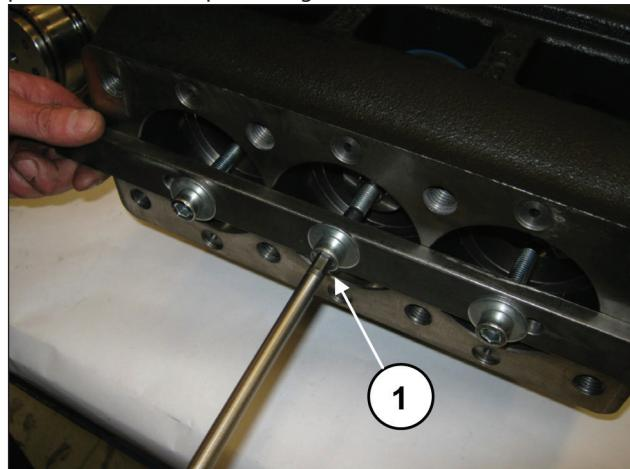
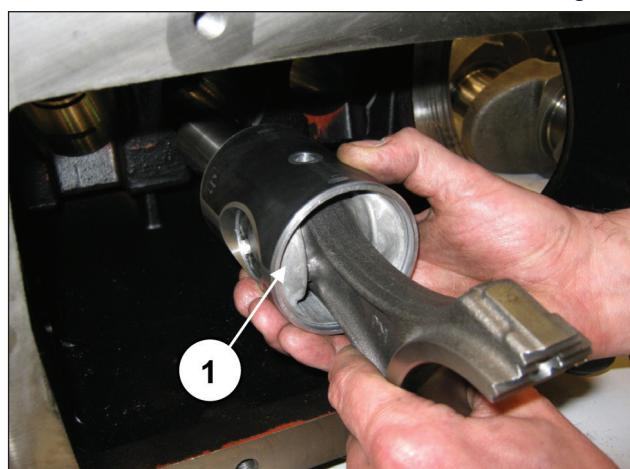

Fig. 32
Fig. 33
Prossiga com o desapertar dos parafusos da ferramenta, cód. 27566200 para desbloquear as hastas (pos. ①, Fig. 32) e, em seguida, extraia os grupos da haste-guia do pistão da abertura posterior do cárter (pos. ①, Fig. 33).
Remova a ferramenta para o bloqueio das bielas, cód. 27566200 (pos. ①, Fig. 32).